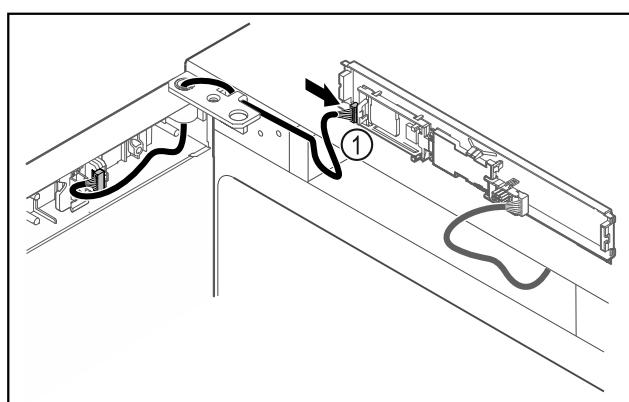

Fig. 41
- ▶ Enchufar el conector Fig. 41 (1) en la platina.